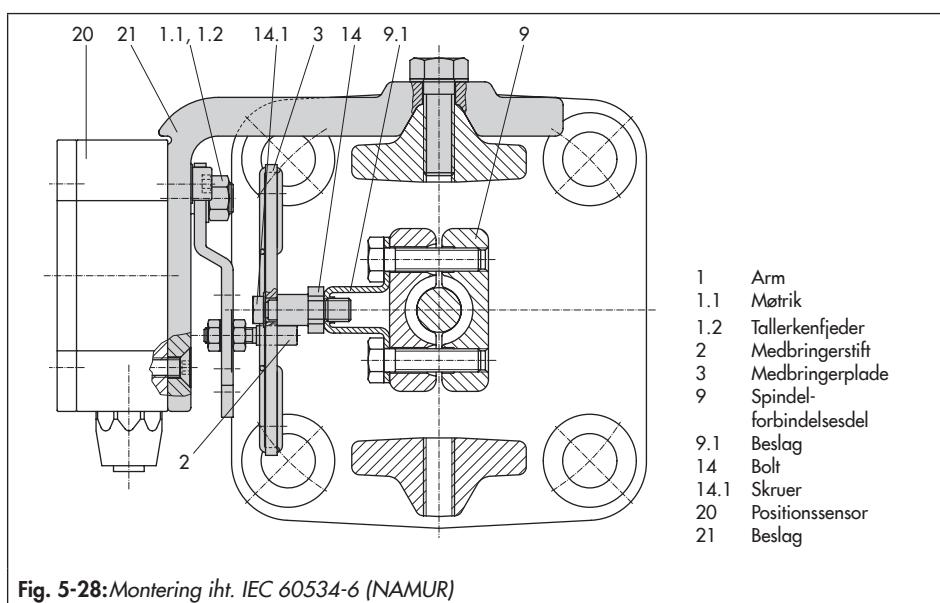

Fig. 5-28:Montering iht. IEC 60534-6 (NAMUR)
- ➔ Se Fig. 5-28.
1. Sæt armen (1) på positionssensoren i **midterstilling**, og **hold den på plads**. Skru møtrikken (1.1) af, og fjern armen sammen med fjederskiven (1.2) fra sensorakslen.
2. Skru positionssensoren (20) på beslaget (21).